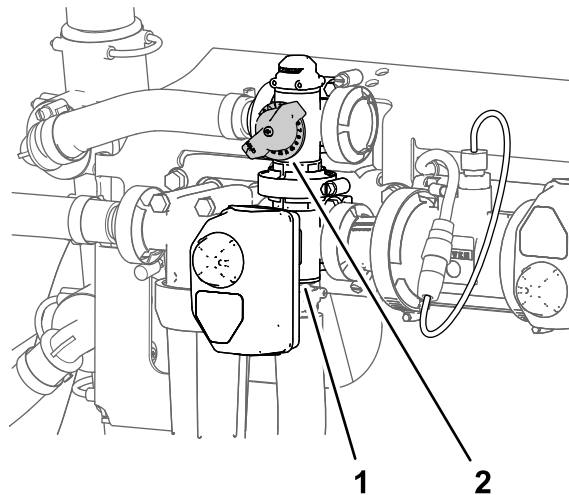

图 166
- 调整搅拌旁通阀图 166 直至压力表上显示打药车系统压力为 689kPa。